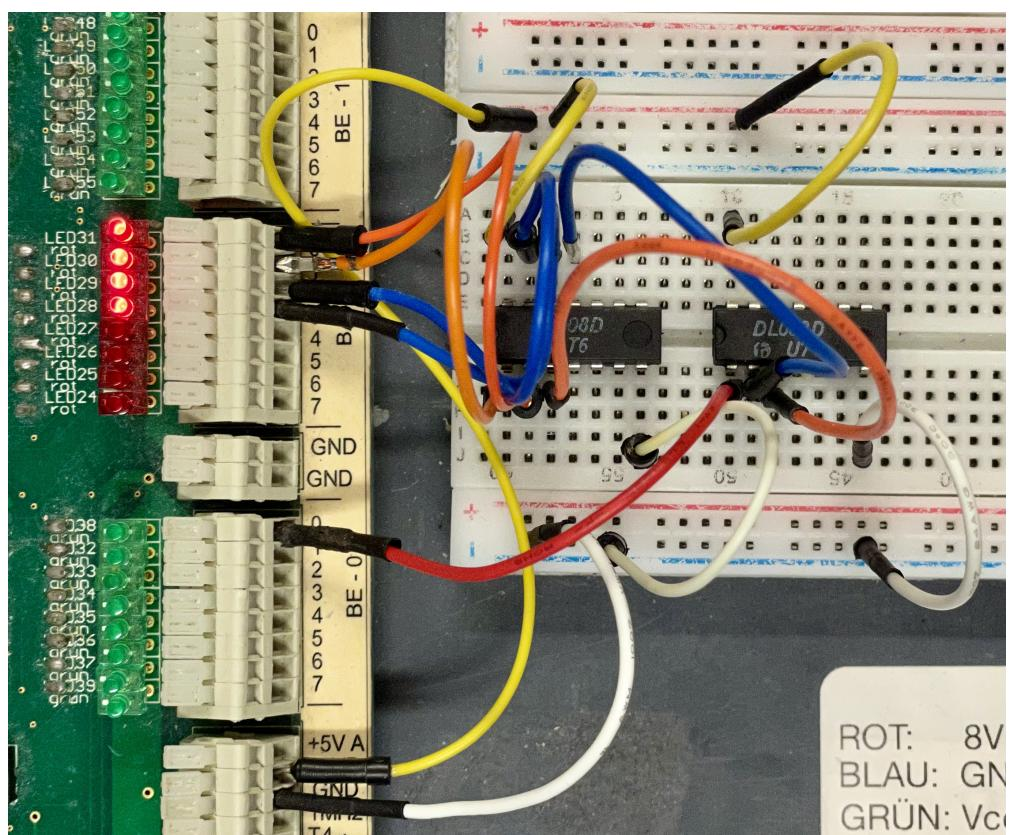

Abb. 6.4: Aufbau der Logischen Schaltung
**Durchführung** Die Gatter AND (*Typ DL008D*) und NOR (*Typ DL002D*) werden auf dem Steckbrett wie in Abbildung 6.4 auf der nächsten Seite gezeigt positioniert und jeweils über die Pins 14 mit 5V Betriebsspannung versorgt und über Pin 7 geerdet. Der Pin 1 des AND-Gatter wird mit BA-0 Pin 0 und Pin 2 mit BA-0 Pin 1 des B15-Boards verbunden. Das Ergebnis beider Pins wird über Pin 3 mit Pin 3 des NOR-Gatters verbunden. Eine weitere UND-Verknüpfung wird mit Pin 13 über Pin 3 und Pin 12 des AND-Gatters über Pin 4 der Buchsen BA-0 des B15-Boards verbunden. Das Ergebnis dieser Verknüpfung wird von Pin 11 des AND-Gatters zu Pin 2 des NOR-Gatters geleitet. Die benötigten Eingänge zur Berechnung des NOR sind dadurch belegt und das Ergebnis dieser wird über Pin 1 des NOR-Gatters mit Pin 0 von BE-0 des B15-Boards verbunden. Die Schaltung ist nun Vollständig und kann ebenfalls Abbildung 6.4 auf der nächsten Seite entnommen werden. Folgende Formel beschreibt den Aufbau: